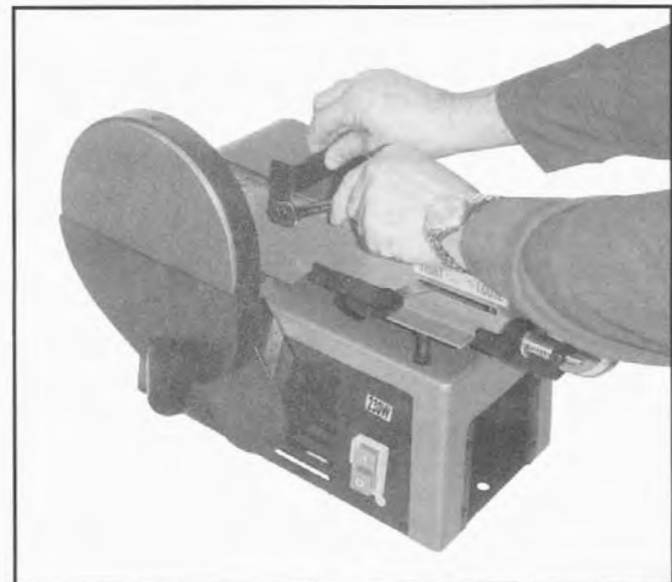

Fig. 6
Fixez le protecteur (pos.56) de la bande selon la figure 6 avec la vis (pos. 54+58).